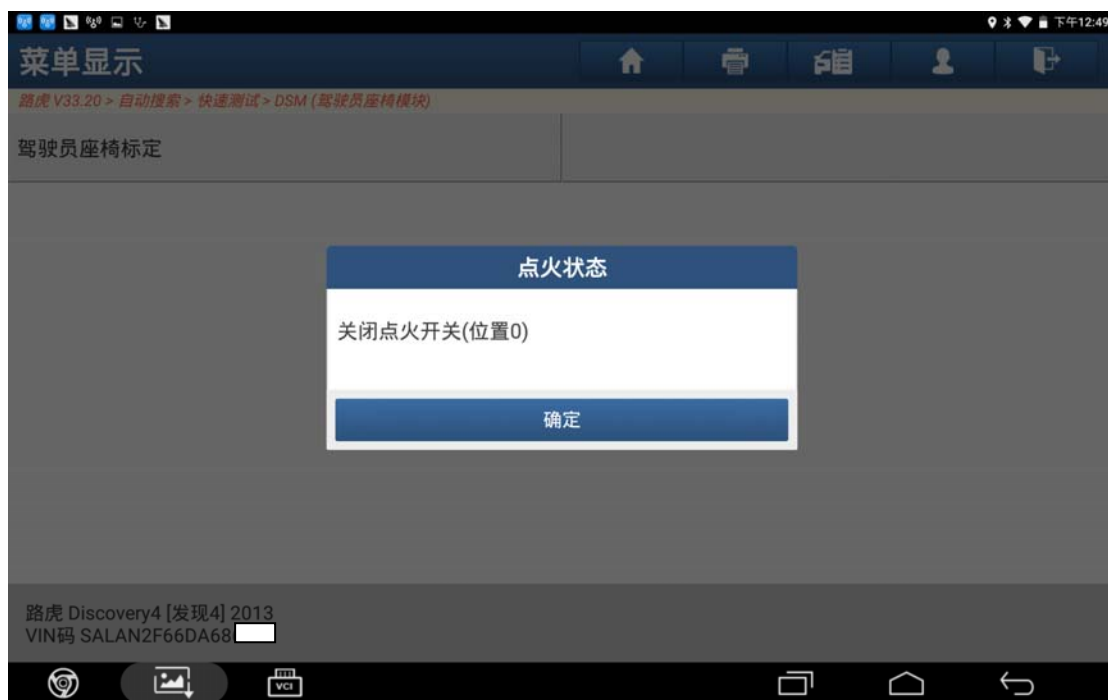

图 26
26). 关闭点火开关（位置 0）点击“确定”，完成驾驶员座椅标定，如图 26；